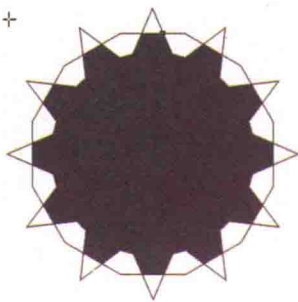

图1-25
STEP 19 运用“智能填充”工具，在属性栏中设置指定填充颜色为灰色（CMYK：0、0、0、60），指定填充如图1-25所示图形。